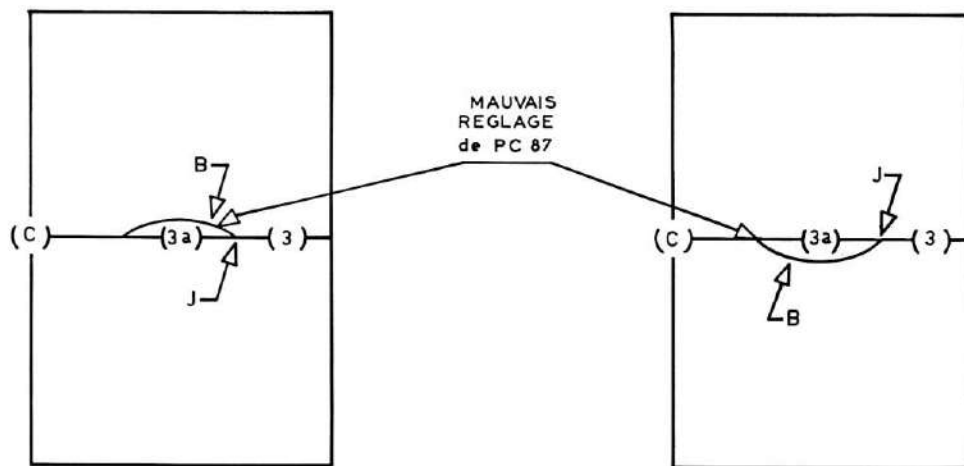

Figure 18
- Agir sur **PC 81** pour superposer en (3) la BARRE HORIZONTALE « Bleu » à la BARRE HORIZONTALE « Jaune ».
- Rattrapper la déconvergence en (c) de la BARRE HORIZONTALE « Bleu » à l'aide de **PC 09**, puis revenir en (3) pour superposer à nouveau les BARRES HORIZONTALES « Bleu » eu « Jaune » à l'aide de **PC 81**.
- Observer la zone (3 a). S'il y a déconvergence (horizontale « Bleu »), agir sur **PC 87**, puis revenir sur zones (3) et (c) si nécessaire (fig. 18).
- La manipulation successive de PC 81, PC 87, PC 09 permettra d'obtenir une barre **HORIZONTALE BLANCHE** en (3), (3 a) et (c).